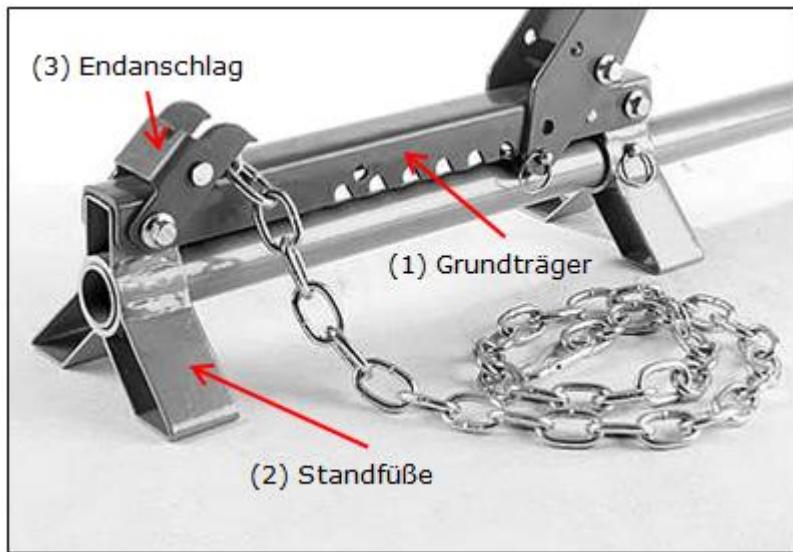

Figura 1
1. Primeiro monte o suporte da base (1) nos pés (2) com o batente final (3). Para fazer isso, use os parafusos fornecidos (M10 * 55, arruelas M10 e os parafusos M10 que são montados em direções opostas. Consulte a Figura 1 para a estrutura correspondente.